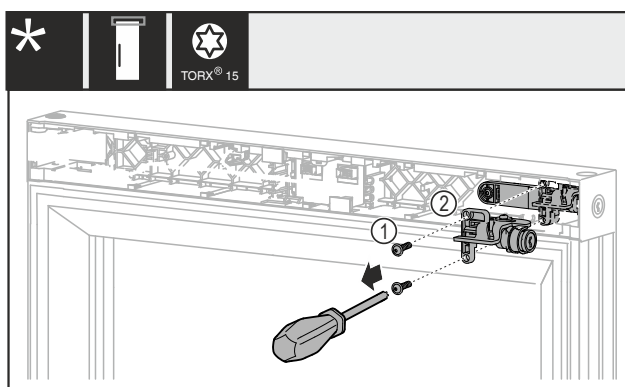

Fig. 20
- Извлеките винты Fig. 20 (1).
- Снимите механический замок Fig. 20 (2).